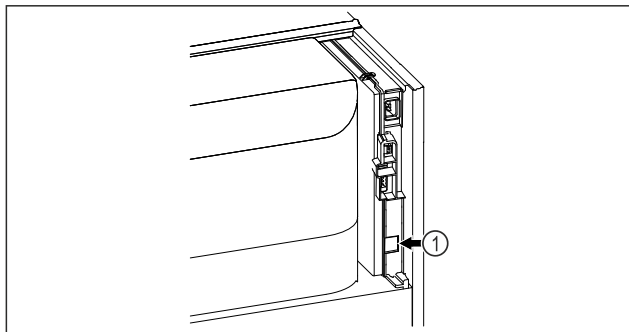

Fig. 171
- SmartModule Fig. 171 (1) встановлено.